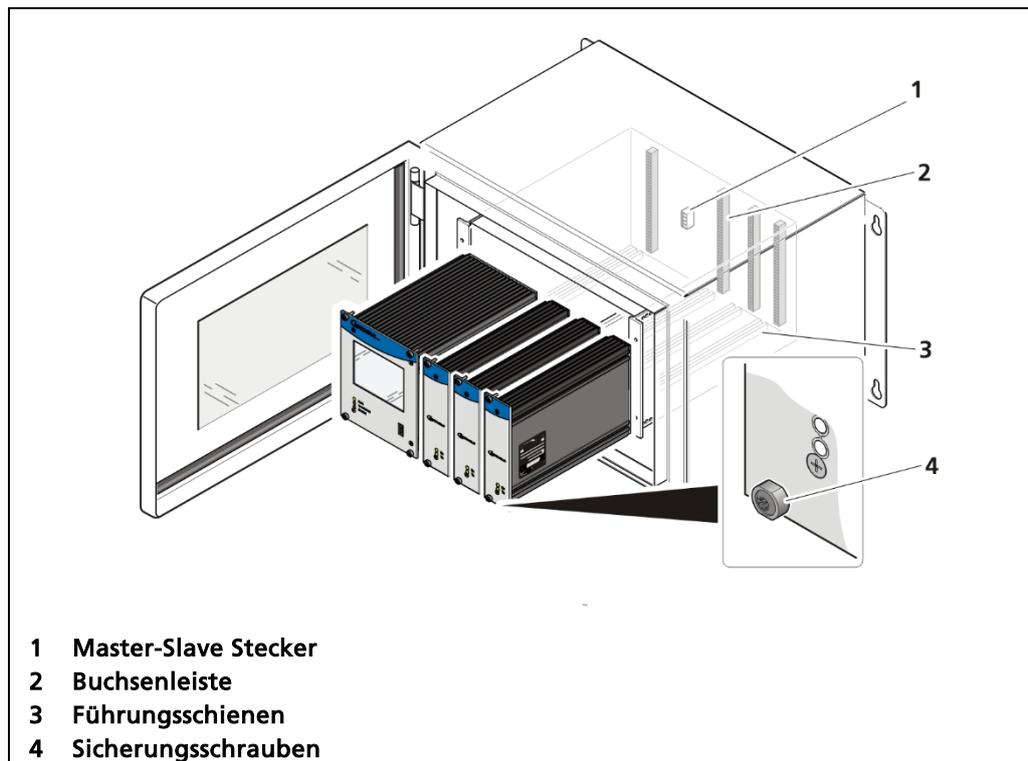

Abb. 11 Einbau der Module (Bsp.: 1 Master, 3 Slave)
Die Master-AWEs / Slave-Module müssen durch Sicherungsschrauben (Abb. 11, Pos. 4) gegen das Herausziehen gesichert werden.
1. Module in die Führungsschienen setzen und vorsichtig einschieben, bis die Stiftleiste des Moduls in der Buchsenleiste (Abb. 11, Pos.2) eingesteckt ist.
2. Alle Sicherungsschrauben (Abb. 11, Pos.4) anziehen.